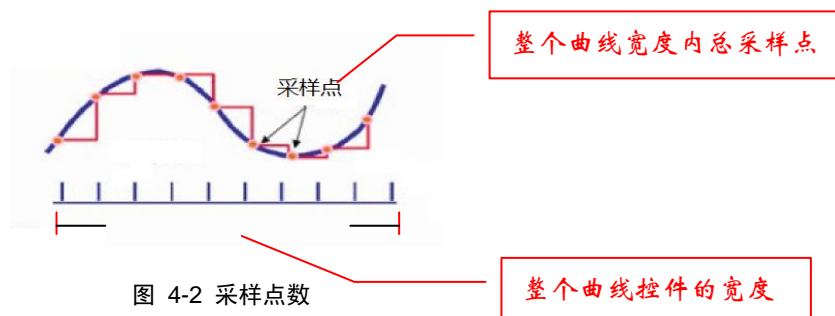

图 4-2 采样点数
1、采样点数：如图 4-2 所示，曲线在整个控件宽度范围，从左到右显示一轮的点数。